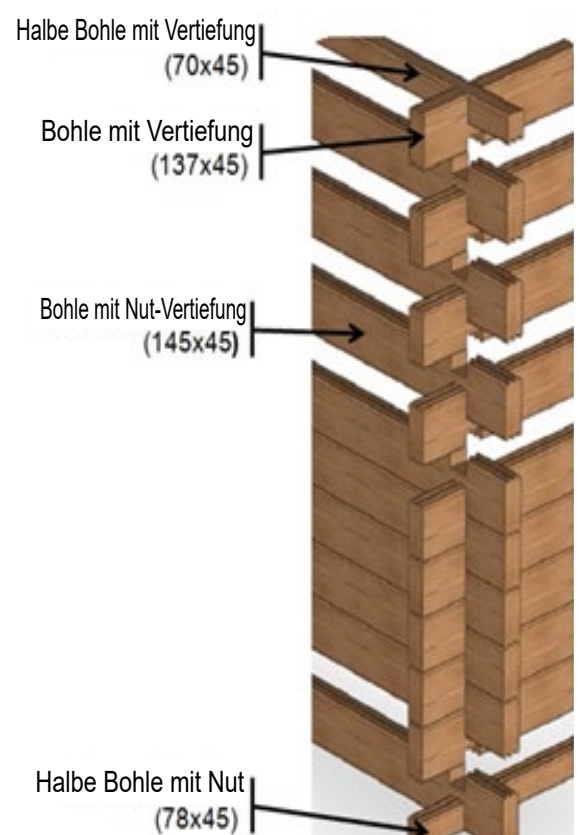

Abbildung 61 – Ineinanderfügen der Holzbohlen
Legen Sie die beiden 626-mm-Bohlen (1), die die Breitseiten des Motorschachts ausmachen, auf dem Boden gegen die Beckenwand an genau der Stelle, wo der Motorschacht installiert werden soll (*Abbildung 61*); schieben Sie dann die 905-mm-Bohlen (3) für die Längsseiten in Position. Bauen Sie so nacheinander die Reihen auf und vergewissern Sie sich regelmäßig, dass die Ecken rechtwinklig und die Wände gerade sind. Achten Sie immer darauf, dass die Bohlen richtig ineinander eingerastet sind. Montieren Sie zuletzt die Bohlen 2 und 5.